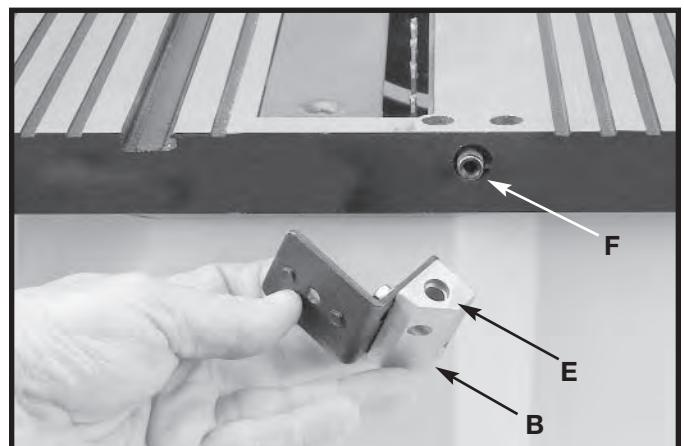

Fig. 11
- Coloque el extremo embutido (E), Fig. 11, de la abrazadera del separador (B) contra el extremo de la barra giratoria (F) y ajuste utilizando el ensamble del PASO 3.